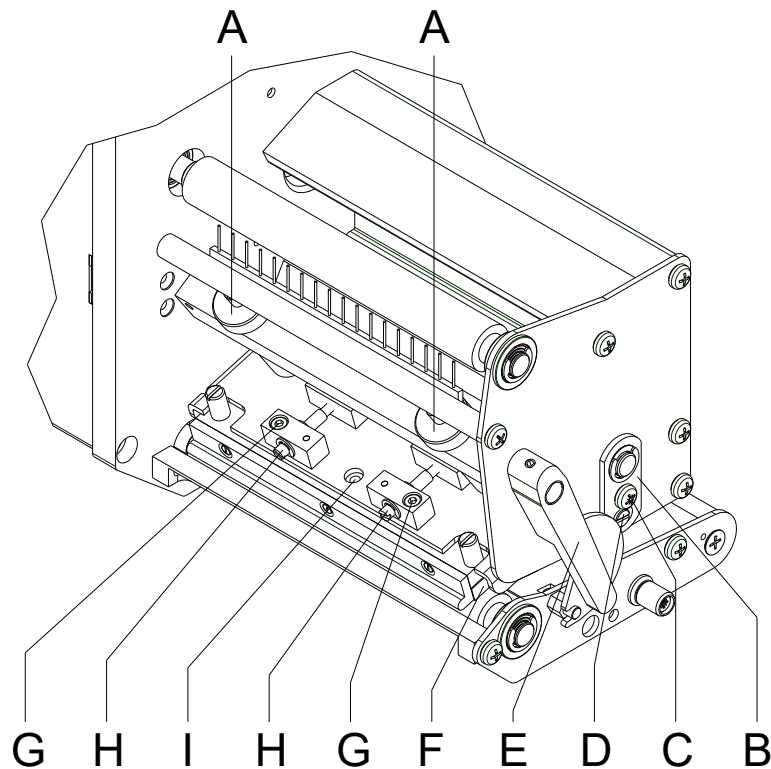

Figura 20
Se dopo avere impostato il parallelismo la stampa non risulta uniforme sull'intera larghezza delle etichette, è possibile effettuare un'equilibratura mediante il pannello di regolazione (B, Figura 20).
1. Allentare la vite (C, Figura 20) di circa $\frac{1}{4}$ di giro.
2. Ruotare i bulloni eccentrici (D, Figura 20) per creare un'equilibratura di stampa e registrarli fino ad ottenere un'immagine di stampa uniforme.
3. Serrare di nuovo la vite (C, Figura 20).
1. Ruotare i bulloni reggispinta (A, Figura 20) per modificare la pressione della testina di stampa.
2. Ruotando i bulloni reggispinta (A, Figura 20) in senso orario fino al fermo si crea un aumento della pressione di 10 N rispetto all'impostazione di fabbrica.
3. Ruotando i bulloni reggispinta (A, Figura 20) in senso antiorario di un giro esatto dal fermo destro si ritorna all'impostazione di fabbrica.